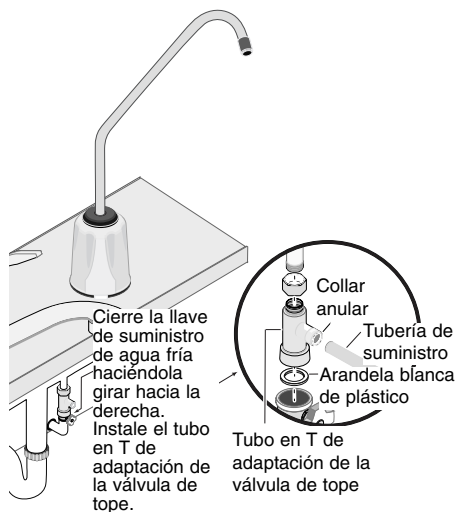

Figura 4
Instale el tubo en T de adaptación de la válvula de tope; consulte la Figura 4.
- Afiance el tubo en T del adaptador de la válvula de tope a la llave de cierre de suministro según se ilustra en la Figura 4. No apriete demasiado el adaptador.